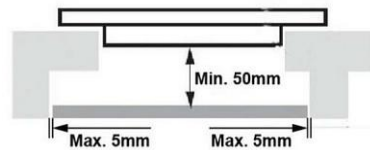

Fig. 4
- Fixer à l'aide de vis un insert en bois à une distance minimale de 50 mm de la partie inférieure de la plaque à induction. Prendre en considération les distances indiquées sur la fig. 4.